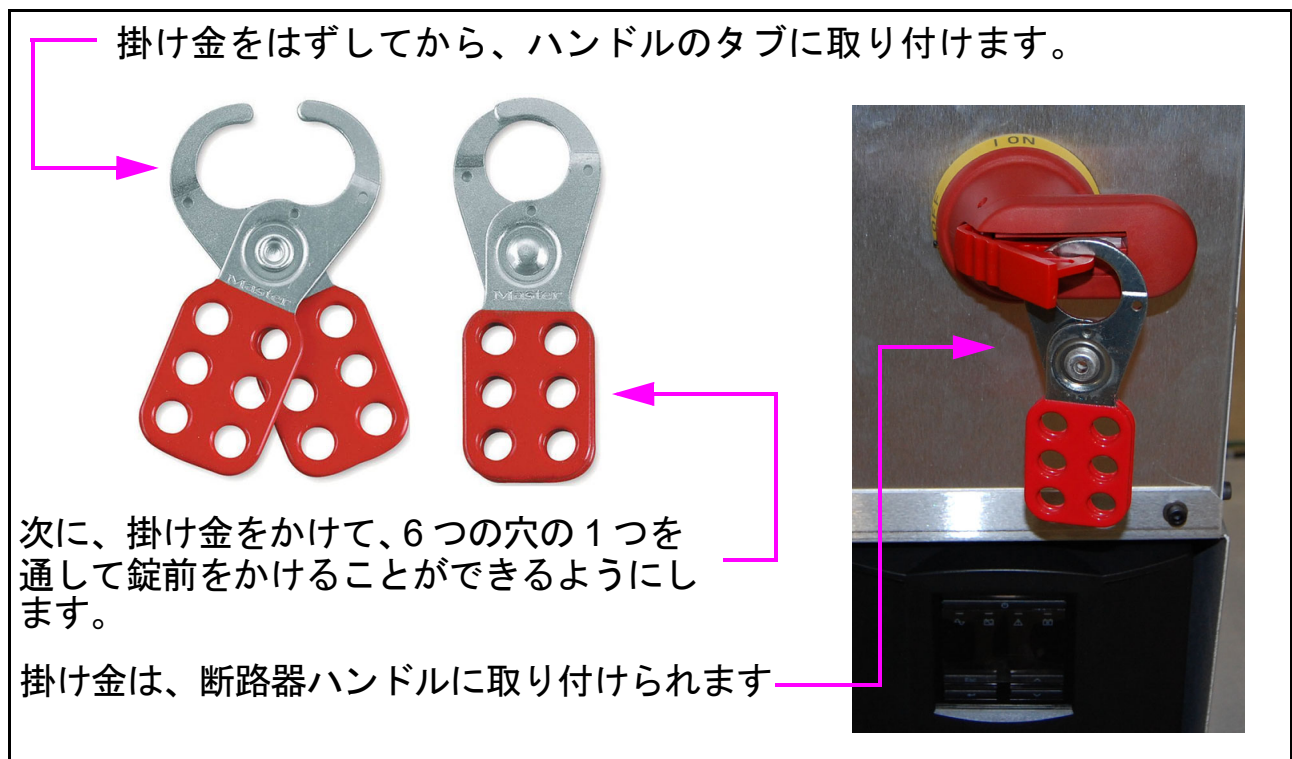

図 2-14: 掛け金の詳細
8. 主電源断路器ハンドルのタブを引き出し、タブに掛け金を挿入します（図 2-14 を参照）。